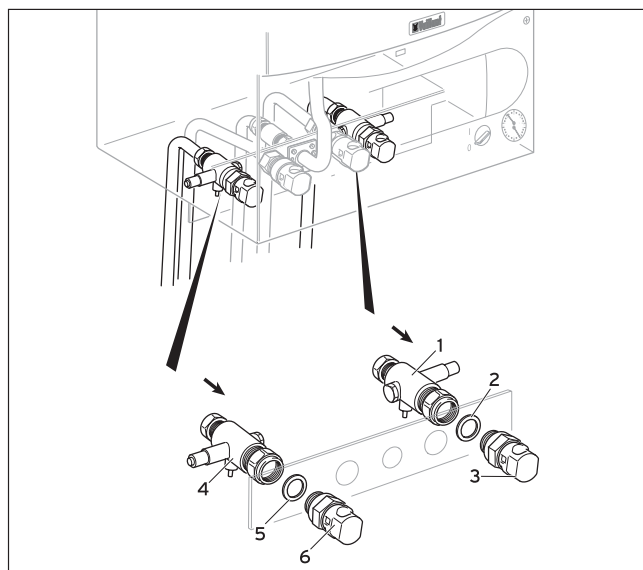

图7.11 采暖供/回水管的连接
- 将冷水进口阀 (1) 用密封圈 (2) 与设备的冷水接头 (3) 相连接；
- 将热水管 (4) 和垫圈安装在设备的热热水接口 (6) 上；
7.9 采暖系统供/回水管道的连接 (参见图7.11)
壁挂炉采暖供/回水管的连接(参考图7.11)。